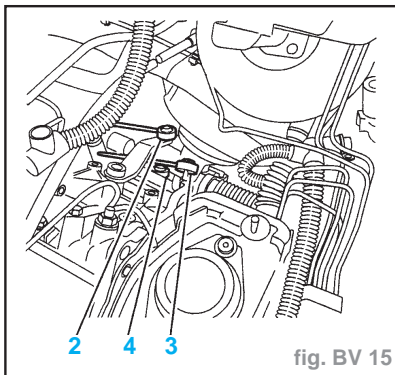

fig. BV 15
- Désaccoupler (fig. BV. 15) :